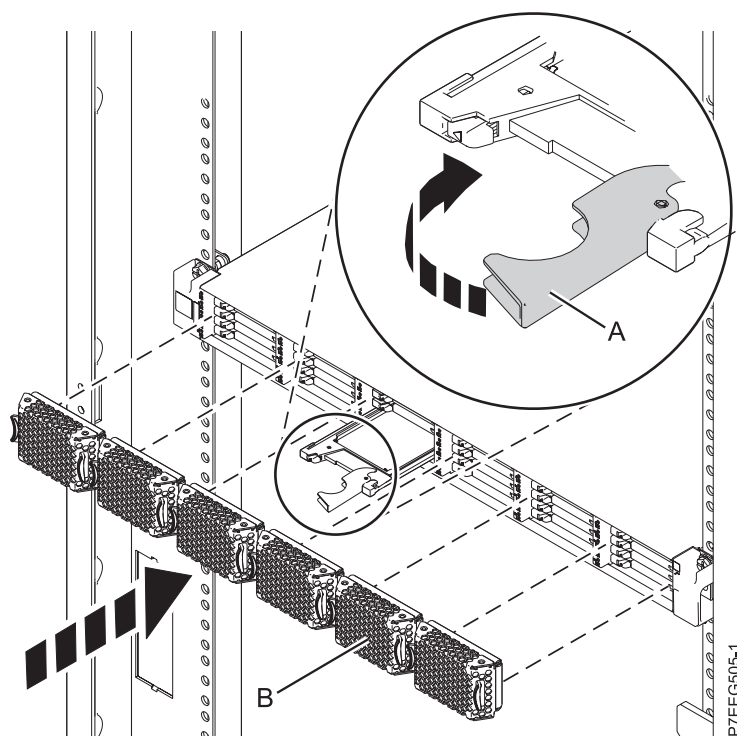

Figura 3. Instal·lació d'una unitat d'estat sòlid a Allotjament d'emmagatzematge PCIe 5888
1. Amb la nansa en posició desbloquejada, alineu la unitat d'estat sòlid amb les guies de l'allotjament. Consulteu Figura 3 a la pàgina 11.